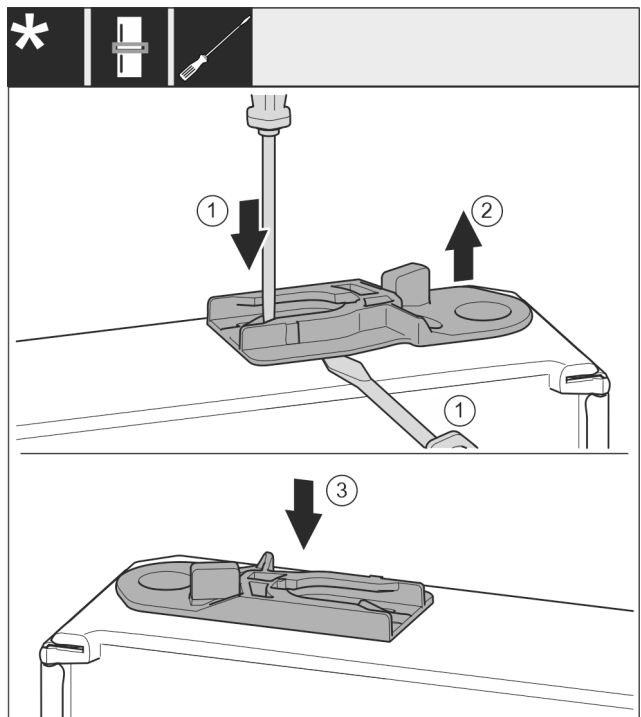

Fig. 26
- ▶ Führungsbuchse herausziehen: Lasche Fig. 26 (1) mit Schlitzschraubendreher drücken und gleichzeitig mit Schlitzschraubendreher unter Führungsbuchse Fig. 26 (2) fahren.
- ▶ Im Lieferumfang beiliegende Führungsbuchse Fig. 26 (3) auf anderer Gehäuseseite einschieben.